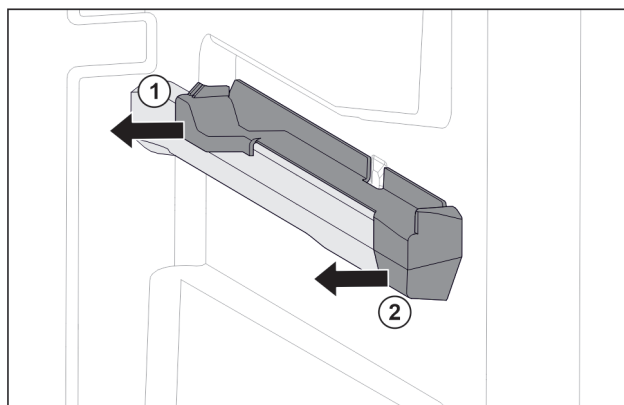

Fig. 85 右侧容器肋梁上的插装件
- ▶ 将插装件后部拉到一侧。 Fig. 85 (1)
- ▶ 将插件件前部拉到一侧。 Fig. 85 (2)